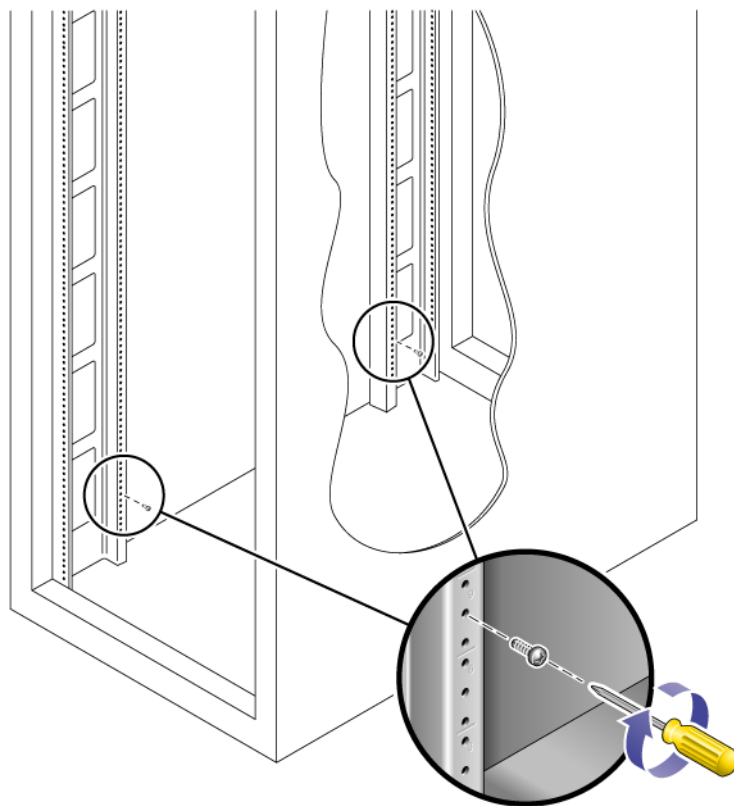

FIGURE 2-20 Introduction des vis de montage des rails dans les trous du milieu de l'unité de montage du haut de l'emplacement de montage
1. Dans chacun des quatre rails de montage intérieurs, introduisez une vis 10-32 dans le trou du milieu de l'unité de montage de l'emplacement 3RU dans lequel le plateau doit être monté (voir FIGURE 2-20).